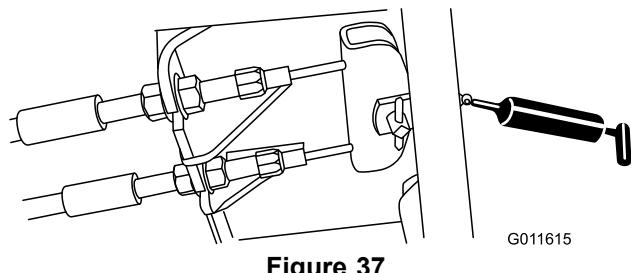

Figure 37
- Pédale de frein (1) (Figure 37)